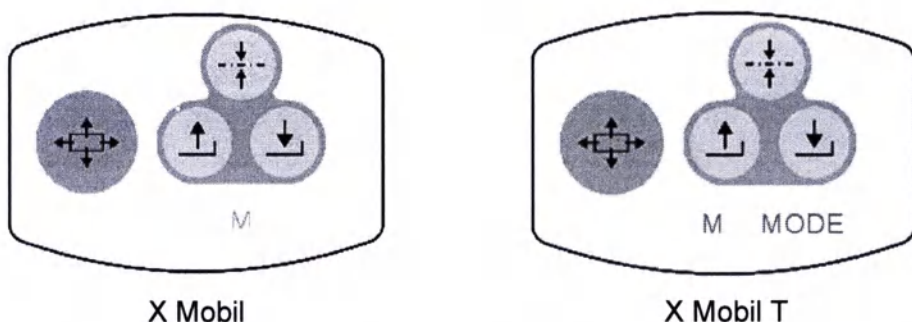

Рис. 6.1 – Общий вид панелей управления столов *X Mobil* и *X Mobil T*
Панель управления присутствует только на столах версий *X Mobil* и *X Mobil T*. Кнопки панели управления ③ используются для управления высотой и углом наклона, а также для снятия блокировки деки стола (рис.6.1), в зависимости от модели стола.